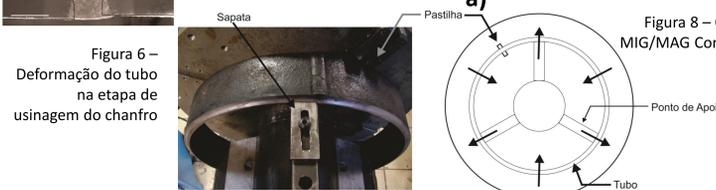

Figura 6 – Deformação do tubo na etapa de usinagem do chanfro
- Deformações transversais do tubo na etapa de usinagem do chanfro comprometem a homogeneidade da espessura do nariz, e consequente alinhamento posterior de dois tubos (Figura 6);